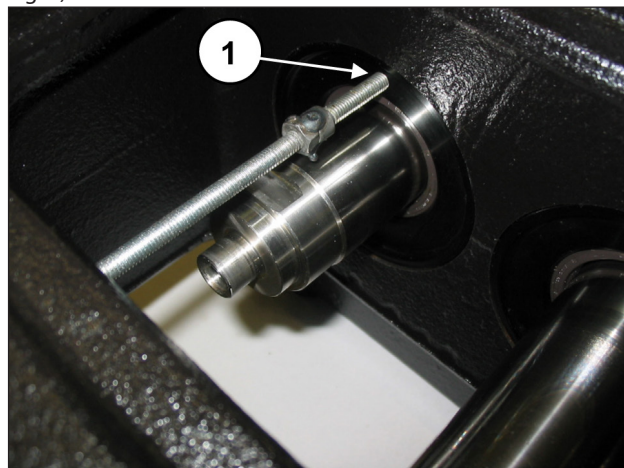
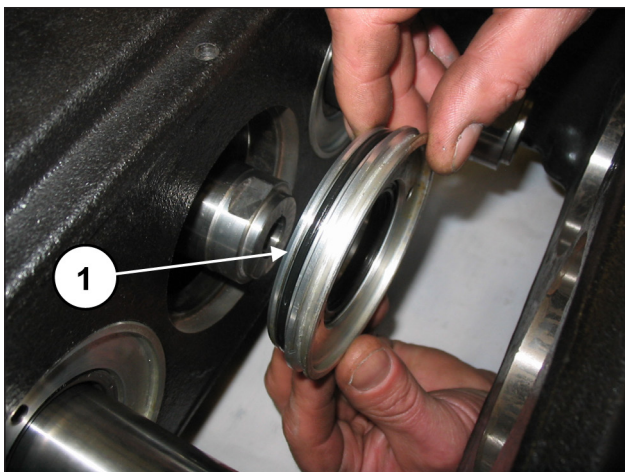

Fig. 3
Fig. 4
Enroscar una barra roscada o un tornillo M6, para que actúe como extractor, en los orificios de la tapa de retención (pos. ①, Fig. 3) y extraer las tapas del grupo de la bomba (pos. ①, Fig. 4).